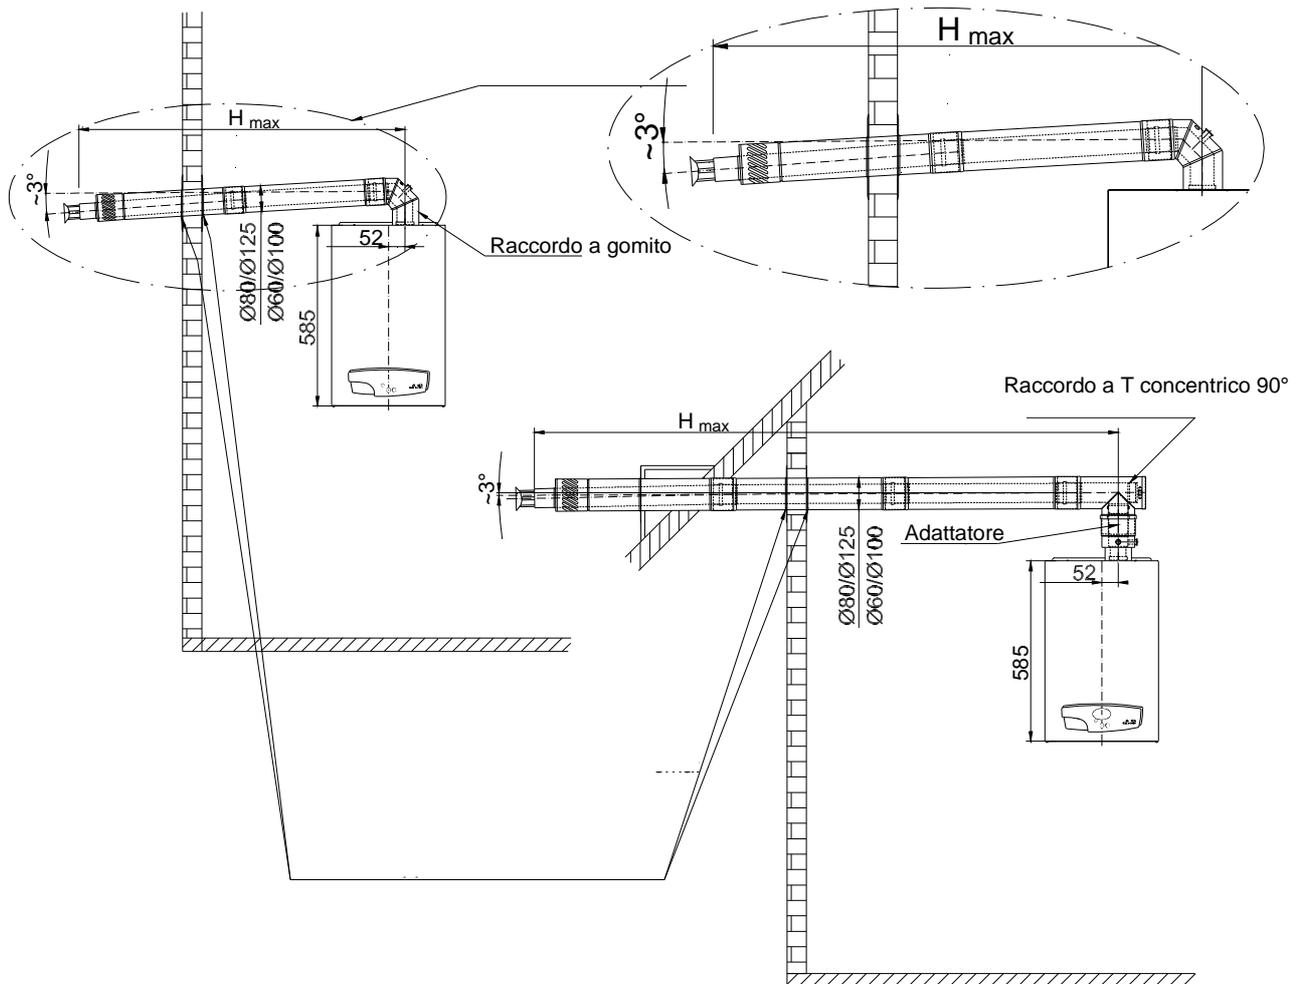

Fig. 3.6.1.1
*I calcoli per il sistema di scarico fumi Fig. 3.6.1.1 secondo la formula*